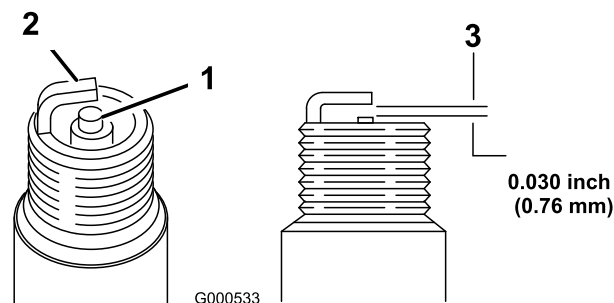

Figura 42
5. Fije el hueco entre los electrodos en 0,76 mm (Figura 42).